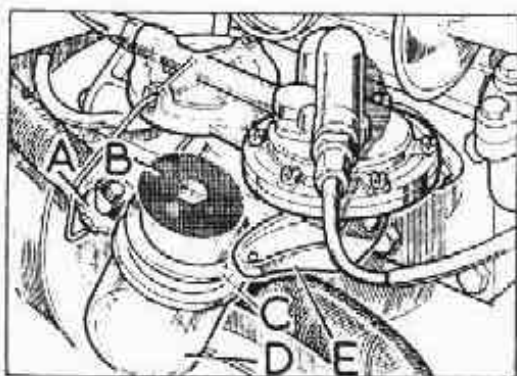

Fig. 40. Filtro y vaso de sedimentación de la bomba de gasolina
1. Se aflojará la tuerca moleteada de la parte inferior del vaso (fig. 40) y se elevará la abrazadera de alambre, al propio tiempo que se sujeta el vaso.